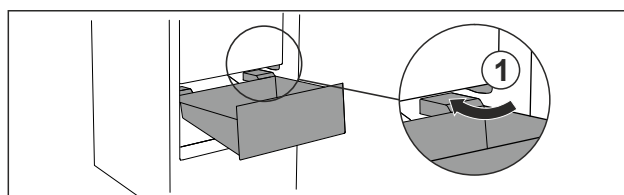

Fig. 81
- Zásuvku ved'te šikmo podél zarážek Fig. 81 (1).